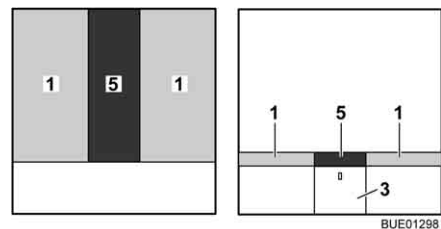

Fig. 138 Dopo la trasformazione
- Posizionare il cuscino aggiuntivo (Fig. 138,5) tra i materassi (Fig. 138,1).